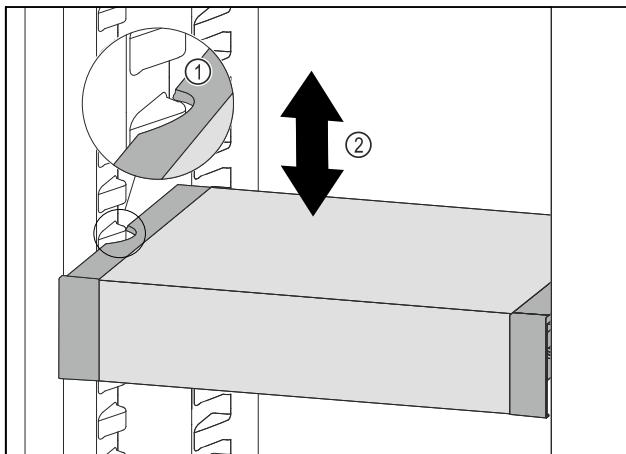

Fig. 139
- VarioSafe nach vorne ziehen, bis sich die seitlichen Aussparungen des VarioSafes auf Höhe der Behälterrippe im Kühlteil befinden. *Fig. 139 (1)*
- VarioSafe im Kühlteil nach oben oder unten bewegen, bis gewünschte Höhe erreicht ist. *Fig. 139 (2)*